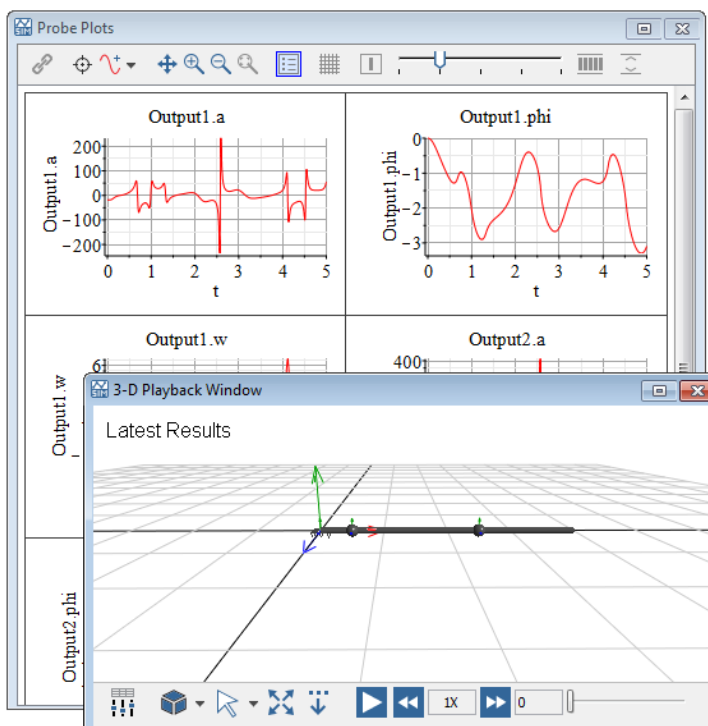

図4.5 シミュレーショングラフ
3. **シミュレーション結果を表示** () をクリックします。[シミュレーション結果] タブが選択された状態で [解析ウィンドウ] が開きます。[3-D アニメーションウィンドウ] と [プローブプロット] が [シミュレーション結果] タブに表示されます。図4.5「シミュレーショングラフ」を参照してください。